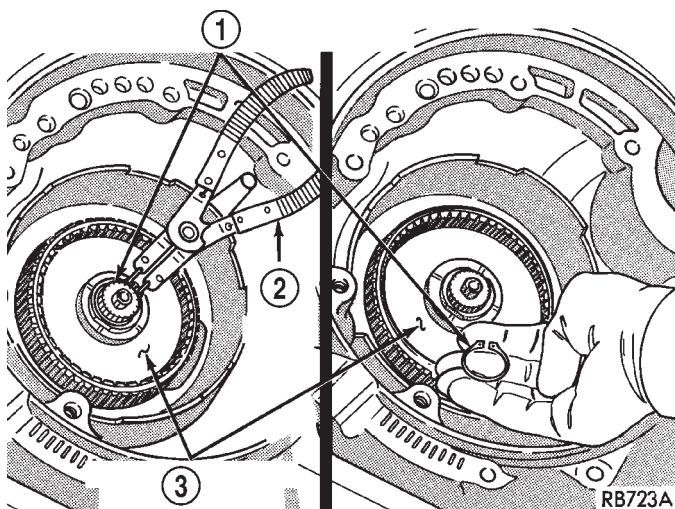

Fig. 53 Anillo de muelle del engranaje planetario delantero
(11) Instale el anillo de muelle del engranaje planetario delantero (Fig. 53).